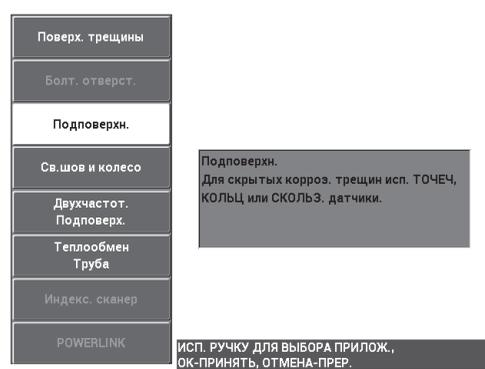

Рис. 5-23 Выявление подповерхностных трещин
2. Нажмите клавишу меню ADV SETUP (), затем выберите **ВЫБР ПРИЛ.** (клавиша A), чтобы открыть меню выбора приложений. С помощью ручки выберите **Подповерхн.** и нажмите  для подтверждения (см. Рис. 5-23 на стр. 151).